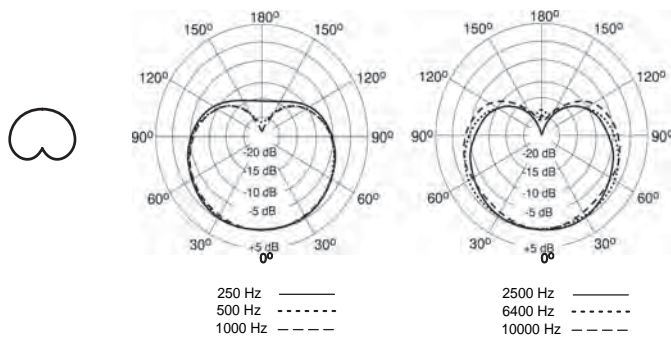

FIGURA 4. PATRONES DE CAPTACION POLAR TIPICOS
**Cardioide.** Cuando se selecciona este patrón de captación, el micrófono capta los sonidos de las fuentes colocadas directamente delante de su punta y es menos sensible a las fuentes colocadas detrás de la misma. Este patrón es el utilizado más comúnmente para grabaciones en estudio y presentaciones en vivo. Vea la Figura 4.
**Omnidireccional.** Capta los sonidos de todas las direcciones. Este patrón es el mejor para captar sonidos ambientales en una sala o para captar varias fuentes sonoras al mismo tiempo, por ejemplo varios cantantes. El patrón de captación omnidireccional no exhibe efecto de proximidad. Vea la Figura 4.